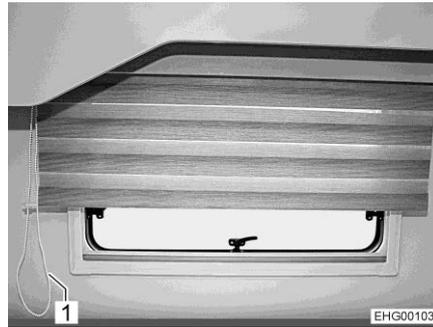

Fig. 60 Store Vario, zone arrière
- Oculter/ombrager :** ■ Tirer sur la corde de la chaînette (Fig. 60,1) qui ferme le store Vario-Rollo jusqu'à ce que ce dernier soit dans la position désirée.
- Annuler l'occultation :** ■ Tirer sur la corde de la chaînette (Fig. 60,1) qui ouvre le store Vario-Rollo jusqu'à ce que ce dernier soit dans la position désirée.